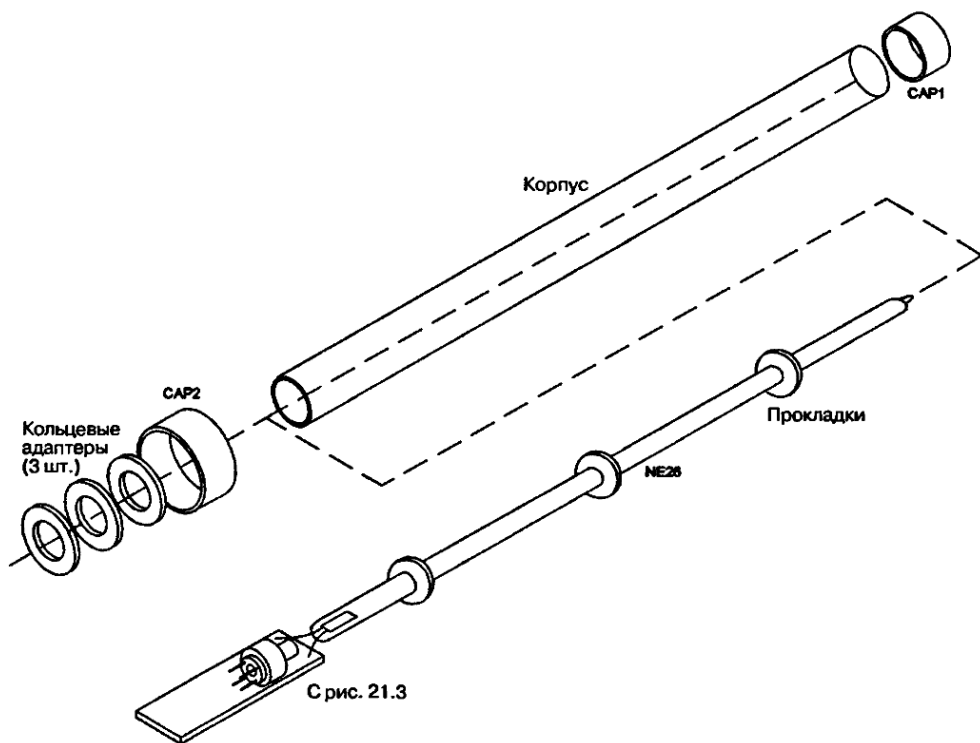

Рис. 21.6. Сборка демонстрационной трубки, корпуса и прокладок
1. Отрежьте пластиковую трубку 75 см с внешним диаметром 2,54 см для корпуса, как показано на рис. 21.6. Подровняйте внешние края и очистите их от заусенцев. Красная прозрачная трубка значительно усилит зрительный эффект при использовании красного неоновых газа.
2. Изготовьте четыре кольцевых прокладки из куска прозрачного гибкого винила 0,16 см (см. рис. 21.6). Эти прокладки располагают неоновую трубку NE26 по центру пластикового корпуса и обеспечивают частичную защиту устройства при неосторожном обращении. Центральные отверстия кольцевых прокладок должны обеспечивать плотное прилегание к поверхности неоновой трубки, а внешний диаметр обеспечивать плотный контакт с трубкой корпуса. Кольцевые прокладки должны быть размещены на демонстрационной трубке NE26, как показано на рисунке. Для этих деталей можно использовать и другие материалы.
3. Изготовьте три кольцевых адаптера (см. рис. 21.6). Внешний диаметр должен обеспечивать их плотное размещение внутри рукоятки HA1. Отверстие 2,54 см должно располагаться точно в центре адаптеров и плотно охватывать трубку корпуса. Адаптеры располагаются и приклеиваются к корпусу (см. рис. 21.5).
6. Вставьте сборку NE26 (см. рис. 21.6) с кольцевыми прокладками в корпус, как показано. Можно упростить это действие, если увлажнить внутренние стенки корпуса, дунув в него и быстро вставив трубку. Работайте в перчатках для предотвращения травмы в случае поломки трубки из стекла.